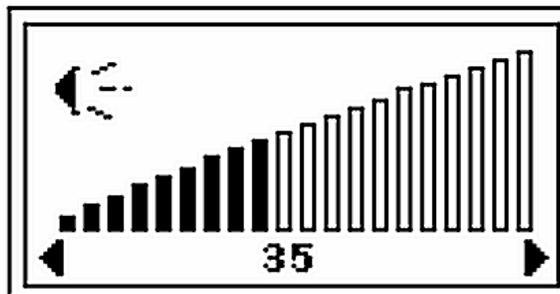

Abbildung 2-5 Konfigurationsbildschirm zur Einstellung der Lautstärke
2. Durch Drücken von **Enter** erscheint der Konfigurationsbildschirm (Abbildung 2-5).